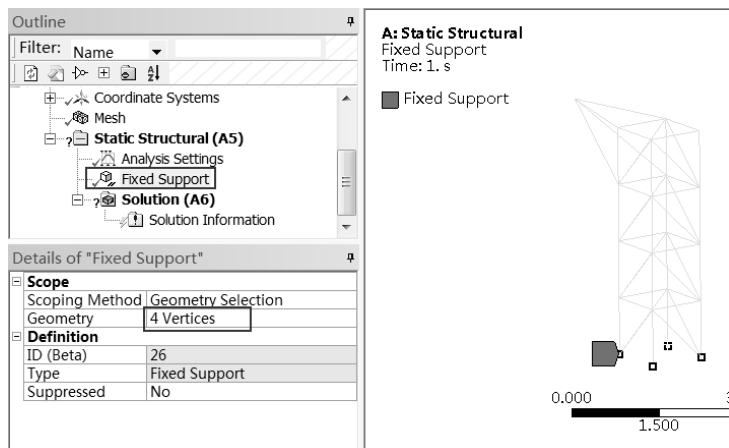

图 5-75 施加固定约束
Step3：选择 Fixed Support 选项，在工具栏中单击 按钮选择如图 5-75 所示的四个节点，单击 Details of “Fixed Support”（参数列表）中 Geometry 选项下的 **Apply** 按钮，即可在选中面上施加固定约束。